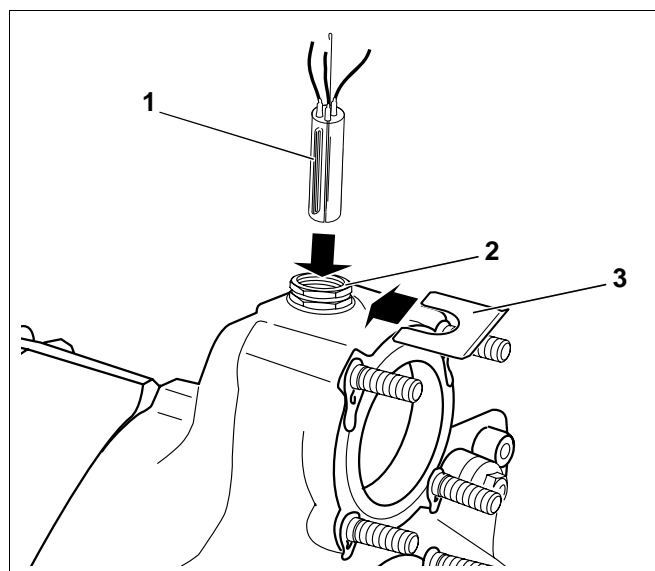

Fig. 45 Montering af følerbundt
Følerbundtet, som er tilsluttet instrumentpanelet (tre følere, et følerblindstykke Fig. 45, **pos. 1**) indsættes i følerlommen R^{3/4}".
- Før kapillarrørsføleren til målestedet i kedlen, før her følerne ind i følerlommen (Fig. 45, **pos. 2**), og fastgør dem med følersikringen (Fig. 45, **pos. 3**).